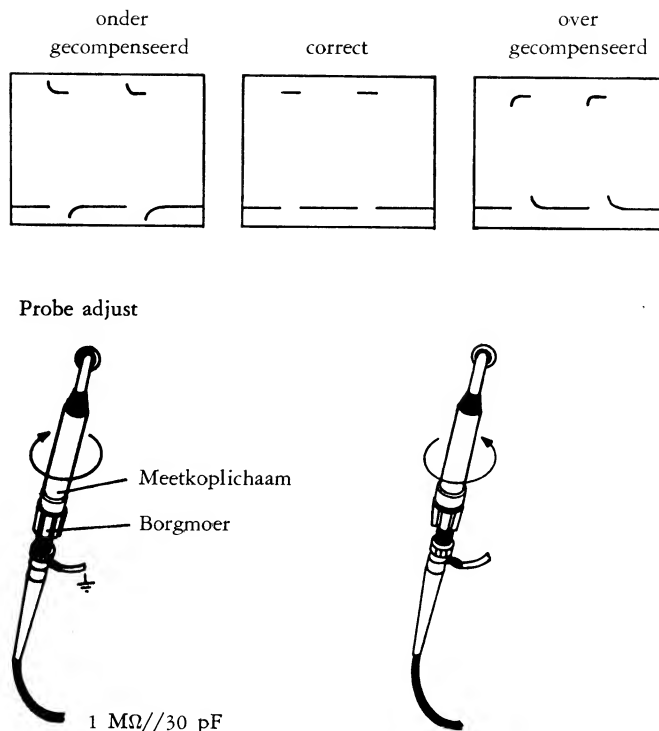

Fig. 5. Afregeling verzwakker meetkop
- Bevestig de meetkabel aan BU4 en zet de punt van de verzwakkermeetkop op BU1 (zie fig. 5).